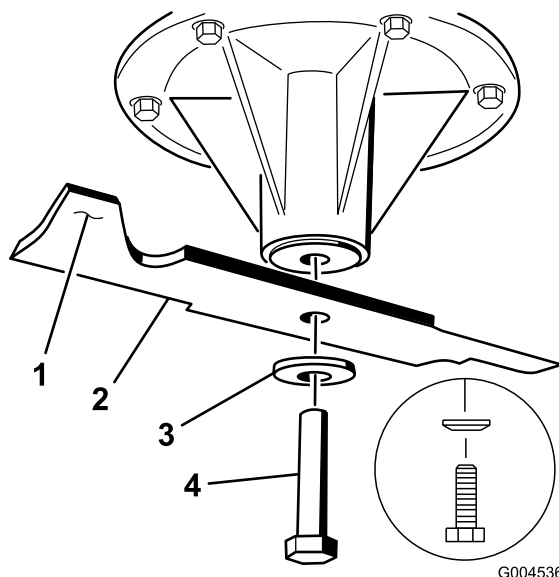

Figure 97
2. Enlevez des axes des lames gauche et centrale, le boulon de lame, la rondelle bombée et la lame (Figure 97).